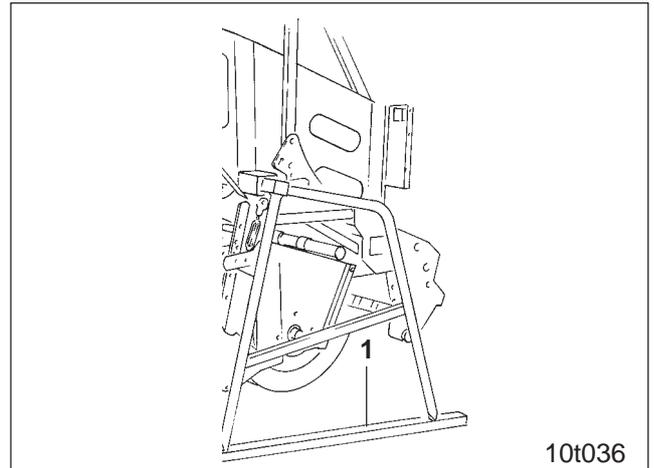

Fig. 4.8
- Abstellstützen außen (Fig. 4.8/1)